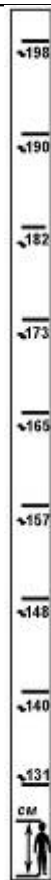

Рис. 36
- 6.3. На стойках (см. рис. 35, 35А) нанесена шкала облегчающая выбор настройки высоты столешницы в зависимости от роста пользователя рис. 36.